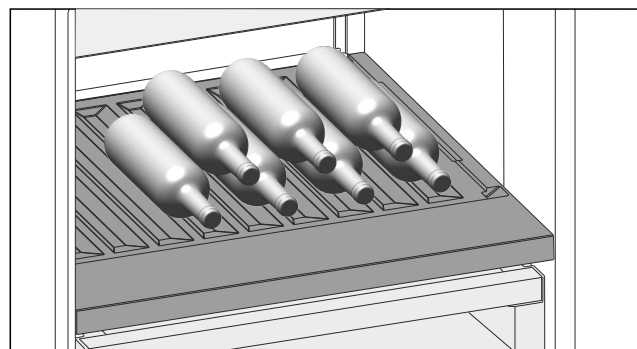

Fig. 162 Esimerkkikuva
- ▶ Aseta pullot niin, että pohja osoittaa taaksepäin takaseinää vasten. (katso Fig. 162)